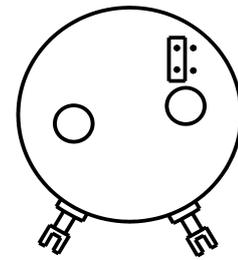

Bild 9: 145°-290°
Der Meßbereich des ESM21 wird werkseitig auf den Meßbereich (siehe Bild 9) voreingestellt. Wird bei vollem Hub der Armatur der Endwert von 20mA nicht erreicht (Meßbereich wird nicht voll ausgenutzt), kann dieser Meßbereich verkleinert werden.
- Jumper links für Meßbereich zwischen 145° und 290° (siehe Bild 9)